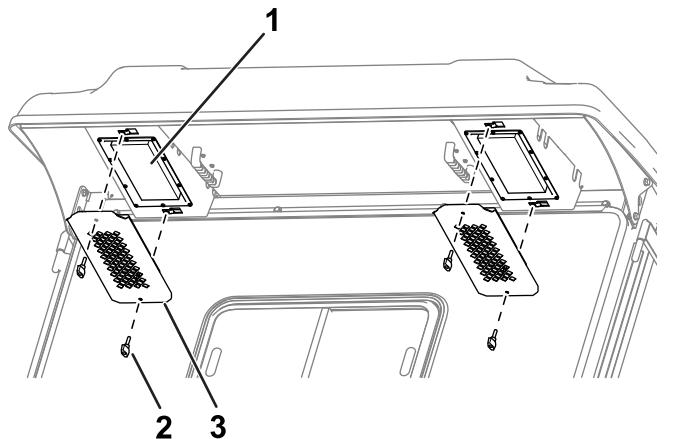

Bild 82
4. Verwenden Sie die Drehknöpfe und Roste, um die Filter in die Kabine einzubauen (Bild 82).
1. Entfernen Sie die Drehknöpfe und Roste vom hinteren Überhang der Kabine (Bild 82).